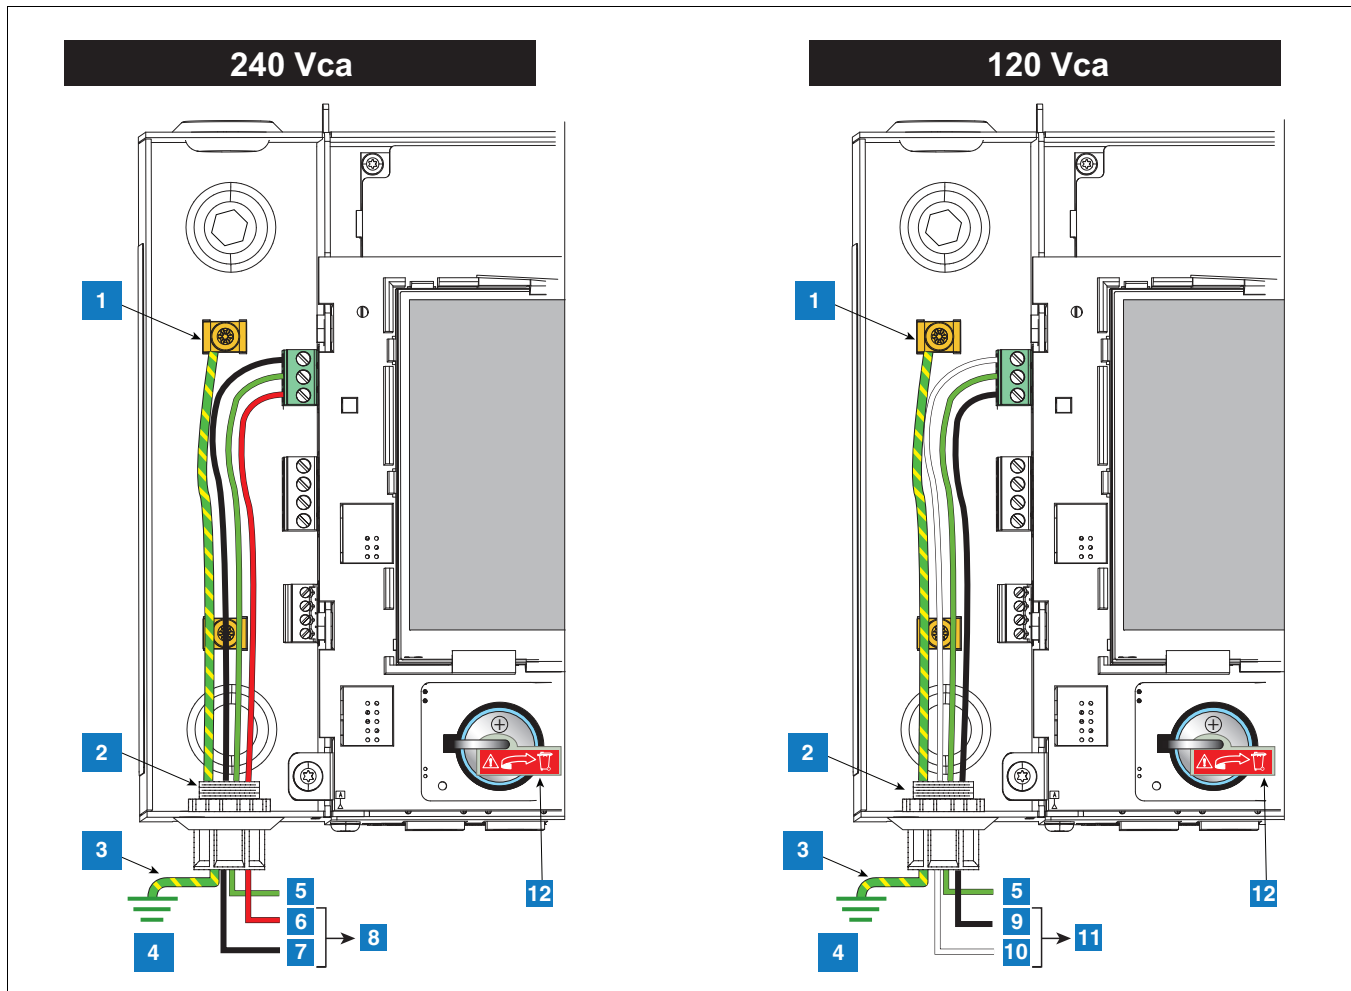

Abbildung 5. Anlegen von AC-Strom an die Konsole
3. Verbinden Sie die 120 oder 240 V AC-Stromleitungen wie in Abbildung 5 gezeigt.
LEGENDE FÜR DIE ZAHLENFELDER Abbildung 5